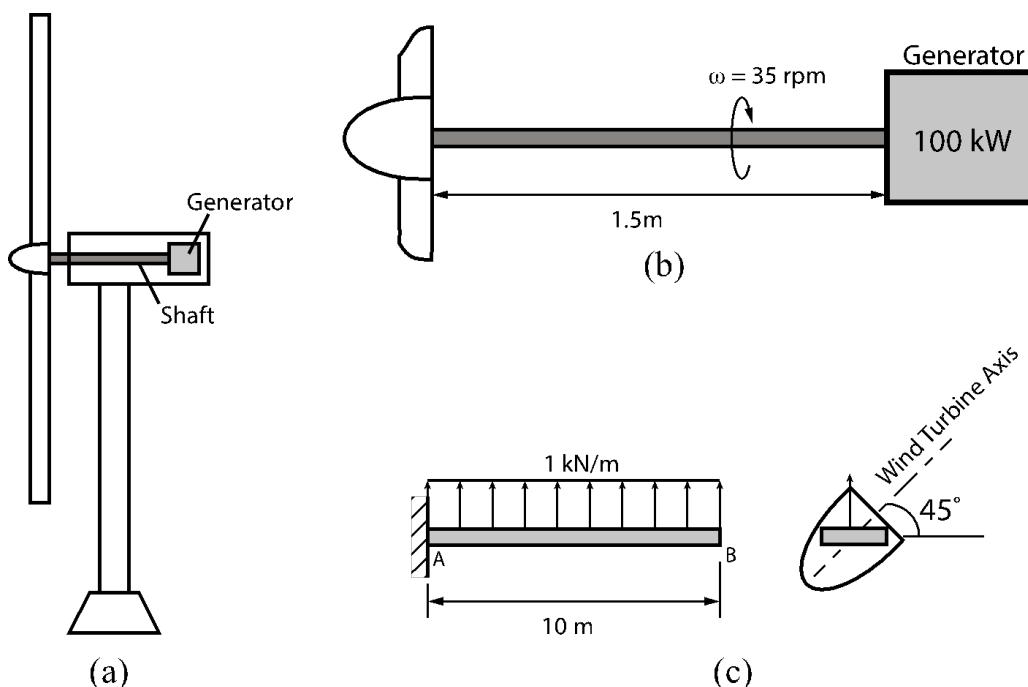

Figure Q3
You are part of a small company designing a 20 m diameter two-bladed wind turbine shown schematically in Figure Q3(a). The wind turbine has a maximum power generation capacity of $P = 100 \text{ kW}$ produced at a turbine rotation speed of $\omega = 35 \text{ rpm}$.
Je bent onderdeel van een klein bedrijf dat een 20 m diameter, twee-bladige windturbine aan het ontwerpen is, zoals getoond in figuur Q3(a). De windturbine heeft een maximaal vermogen opwekkingscapaciteit van $P = 100 \text{ kW}$ dat geproduceerd wordt bij een turbine hoeksnelheid van $\omega = 35 \text{ rpm}$.
- a) The generator is driven by a 1.5 m long shaft connected directly to the wind turbine rotor, as shown Figure Q3(b). Calculate the minimum outer diameter (to the nearest mm) of this shaft if it is constrained to an outside-diameter-to-inside-diameter ratio of $d_o/d_i = 1.25$, and a maximum shear stress on the outer surface of the shaft of 100 MPa. Shaft material properties: $G = 80\text{GPa}$, $\sigma_y = 300\text{MPa}$. In the rounding of the answer be mindful of the design criterion. (Note: for power transmission shafts, $P = \omega T$; P = power, ω = shaft rotation speed, T = shaft torque)
De generator wordt aangedreven door een 1.5 m lange as, die direct aan de windturbine verbonden is, zoals getoond in figuur Q3(b). Bereken de minimale buiten/diameter (op de dichtstbijzijnde mm) van deze as, als deze beperkt is tot een buiten/binnendiameter ratio van $d_o/d_i = 1.25$ en een maximale schuifspanning aan de buitenkant van de as van 100 MPa. Materiaal eigenschappen van de as: $G = 80\text{GPa}$, $\sigma_y = 300\text{MPa}$. Hou bij het afronden van het antwoord rekening met het ontwerpcriterium. (Let op: voor vermogen overbrengende assen $P = \omega T$; P = vermogen, ω = hoeksnelheid van de as, T = torsie van de as)
- c) Excessive deformation of the wind turbine blades can adversely affect their efficiency. A design constraint has been imposed limiting the blade tip deflection in the direction of the wind turbine axis to 0.5 m. Approximating each blade as a prismatic beam oriented 45° to the wind turbine axis, with a uniform distributed load as shown in Figure Q3(c), calculate the required flexural rigidity of the blades. In the rounding of the answer be mindful of the design criterion.
Excessieve deformatie van de windturbine bladen kan hun effectiviteit negatief beïnvloeden. Een ontwerprestrictie is opgelegd die de doorbuiging van de tip van het turbineblad in de richting van de turbine as beperkt tot 0.5m. Als we ieder blad modelleren als een prismatische balk met een verdeelde belasting onder een hoek van 45° met de windturbine as, zoals getoond in figuur Q3(c), bereken de waarde van de benodigde stijfheid van de bladen. Hou bij het afronden van het antwoord rekening met het ontwerp criterium.